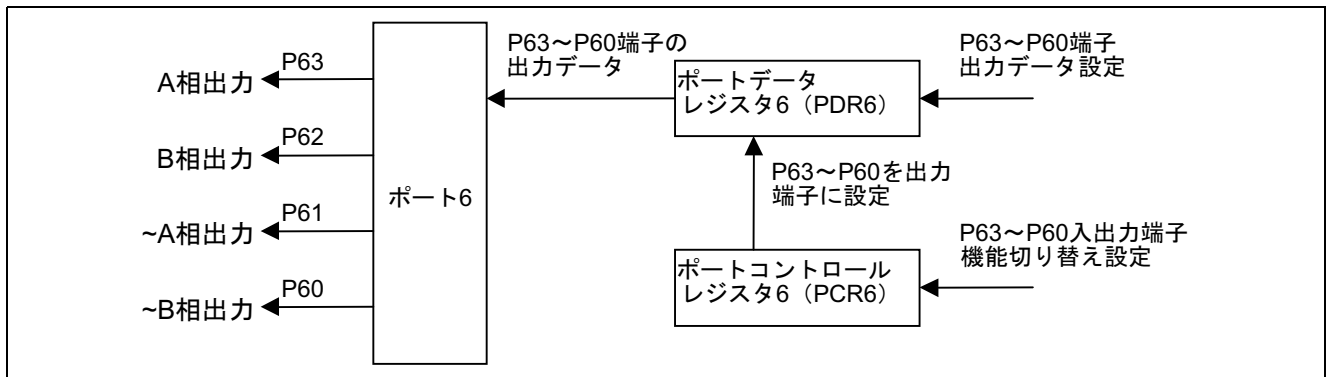

図4 ポート 6 機能のブロック図
2.4 ポート 6 は、8 ビット入出力ポートです。本タスク例では、ポート 6 のうち P63 ~ P60 を使用します。ポート 6 のブロック図を図 4 に示します。以下にポート 6 の機能について説明します。